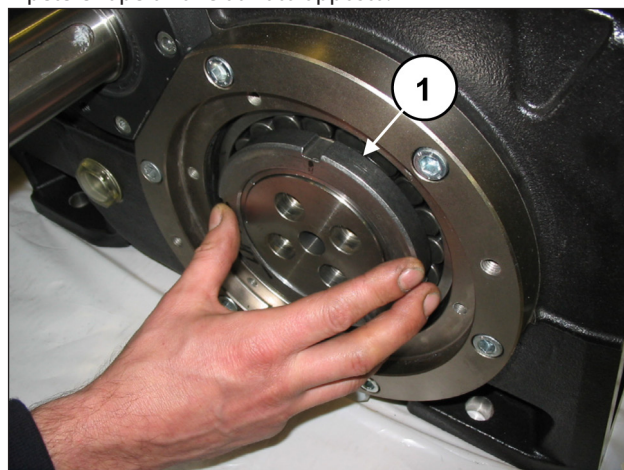
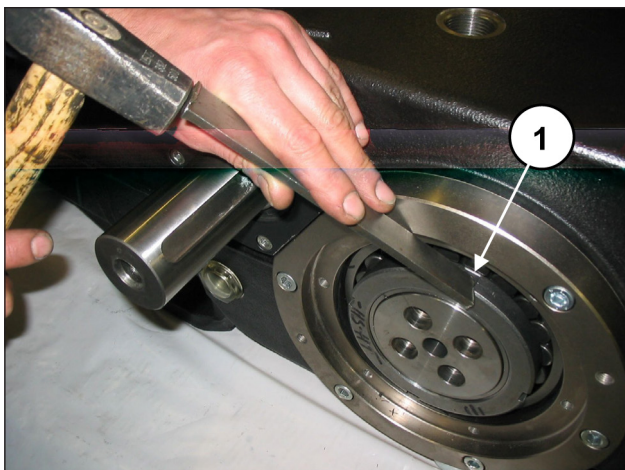

Fig. 16
Fig. 17
Su di un lato avvitare una ghiera tipo SKF KM20 sulla bussola di pressione (pos. ①, Fig. 16), quindi sbloccare la bussola mediante massa battente (pos. ①, Fig. 17), senza estrarla. Ripetere l'operazione dal lato opposto.